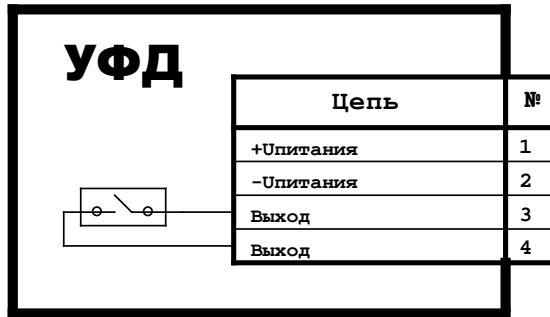

Рис. 1. Схема подключения.
4.1. Фоточувствительным элементом является ультрафиолетовая вакуумная лампа. В фотодатчике генерируется высокое напряжение $+300\text{В}$ и подаётся на лампу. Сигнал от лампы усиливается и фильтруется. После фильтрации сигнал сравнивается с пороговым значением. При наличии пламени замыкаются сухие контакты выходного реле между контактами 3 и 4. Схема подключения УФД приведена на Рис.1.
7.2. Подключение фотодатчика выполнить, согласно схемы подключения Рис.1